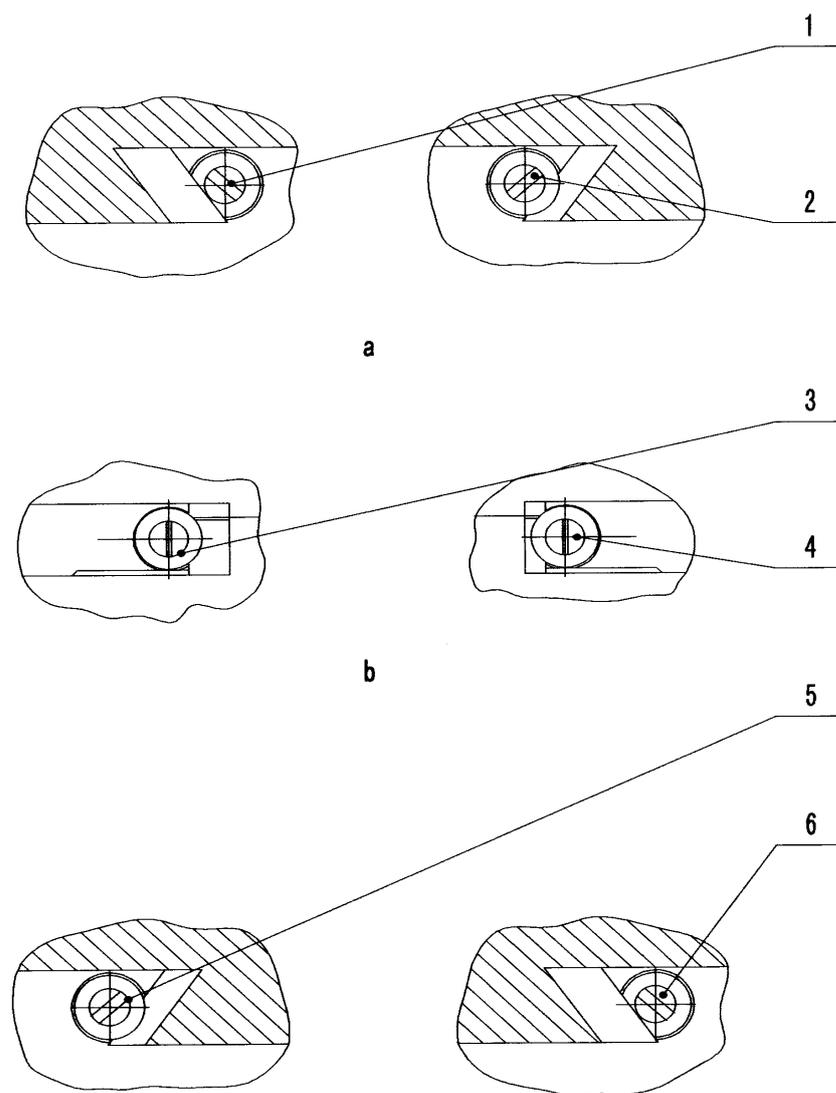

Рис. 6.
10.2 Регулировка по поперечным, продольным и вертикальным направляющим стола (см. рис. 6 а.)
10.2.2 Регулировка по поперечной направляющей (см. рис. 6 б)
10.2.3 Регулировка по вертикальной направляющей (см. рис. 6 с)